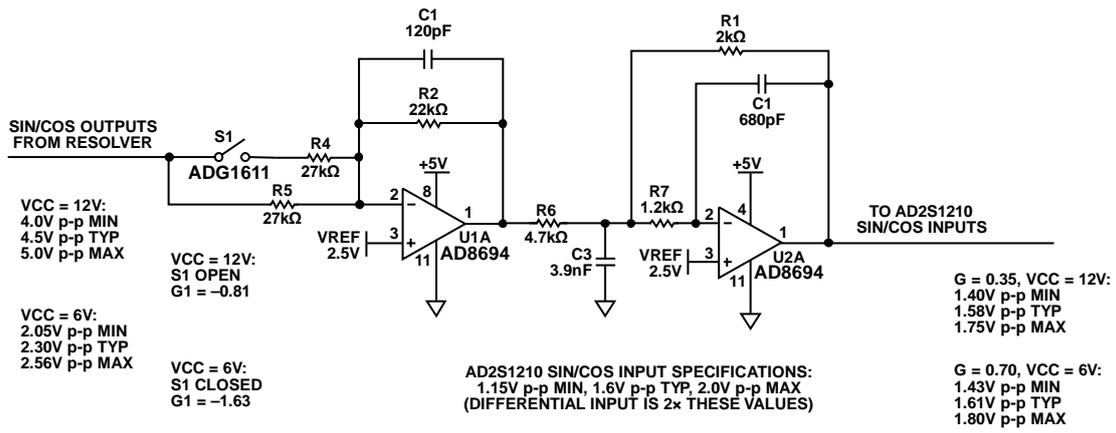

図 8. レゾルバのレシーバ回路（簡略回路図：全接続の一部およびデカップリングは省略されています。）
3 次バターワース・フィルタとゲインの設定が可能な段を備えたレシーバ回路を図 8 に示します。ドライバ回路が高性能モード (VCC = 12V) の場合、S1 が開状態になり、総合ゲインが 0.35 になります。レゾルバの入力駆動信号は 18Vp-p (差動) であり、レゾルバの変換比が 0.5 であることから SIN/COS 出力は 9Vp-p の差動信号になります。9Vp-p の差動信号は 4.5Vp-p のシングルエンド信号に相当し、0.35 のゲイン係数を掛けると 1.58Vp-p (差動では 3.16Vp-p) になります。この値は AD2S1210 の SIN/COS 入力に対して最適な入力電圧です。同様に、低消費電力モードでは S1 が閉状態になり、総合ゲインが 0.7 になります。この場合も AD2S1210 の SIN/COS 入力に対して最適な入力信号レベルを提供します。
2. 過電圧の影響を受ける部品がないようにすること。たとえば、レゾルバの出力電圧がスイッチ **ADG1611** に対して高すぎる場合、図 8 に示されているように回路の入力と直列に抵抗を追加することができます。